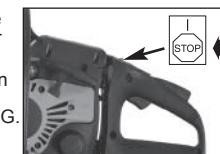

Fig. 9G
2. Pressez l'interrupteur en position STOP pour arrêter le moteur Fig. 9G.